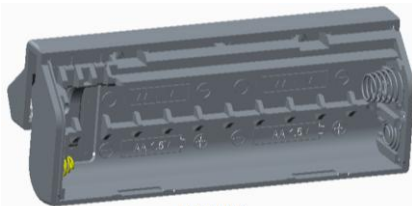

IMAGEN 2
3. Coloque las baterías en la posición adecuada conforme a la referencia (ver imagen 2).